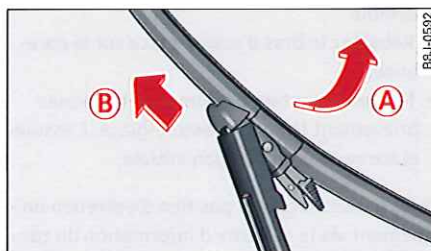

Fig. 52 Retrait des balais d'essuie-glace
- Écartez le balai d'essuie-glace ⇒ *fig. 52* du bras d'essuie-glace dans le sens de la flèche **(A)**.
- Mettez le capuchon en plastique sur l'extrémité du bras d'essuie-glace **dans le sens contraire** de la flèche **(B)** ⇒ *fig. 52*.